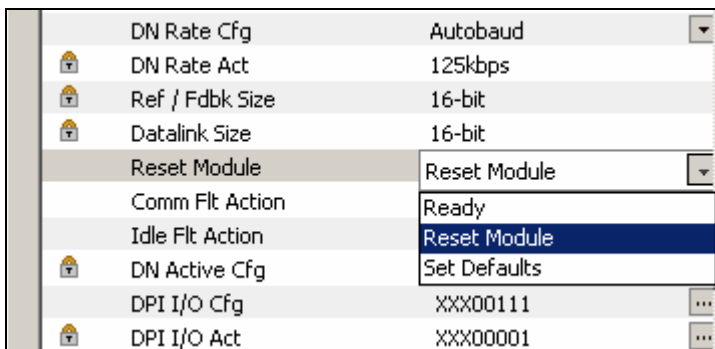

图 17
④ 进行以上设置后，要使用 886 号参数使更改激活，选择 Reset Module，如图 17 所示。